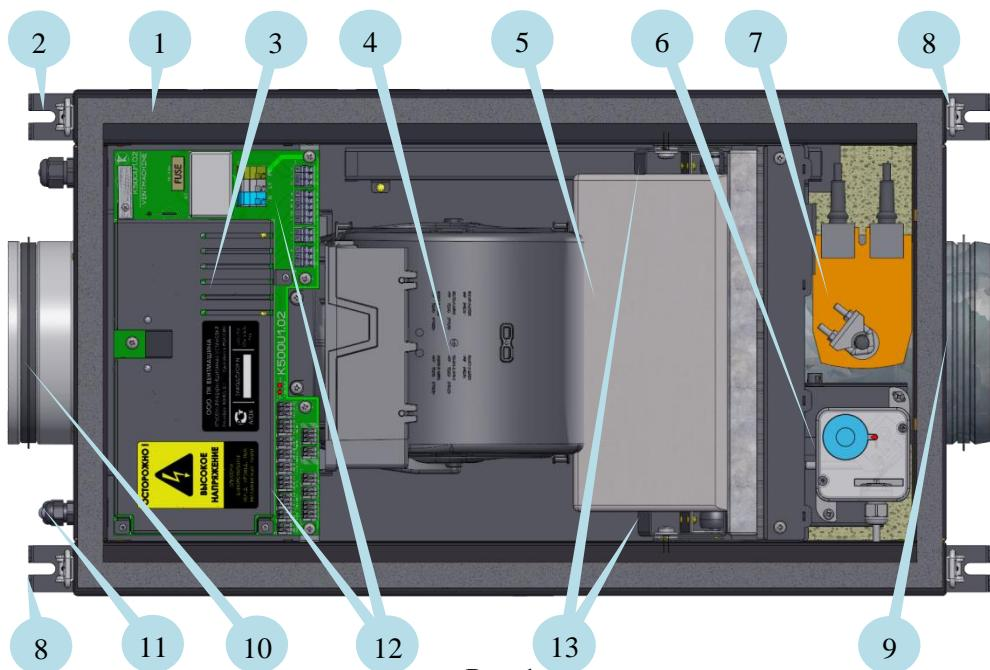

Рис. 1
Конструктивно установка (См. Рис. 1) представляет собой тепловлагозащищенный корпус (1) со съёмной (с помощью 4-х замков-зашелок (2)) крышкой.